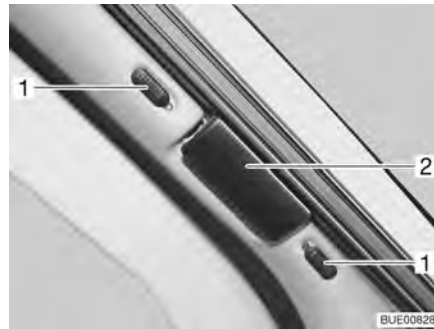
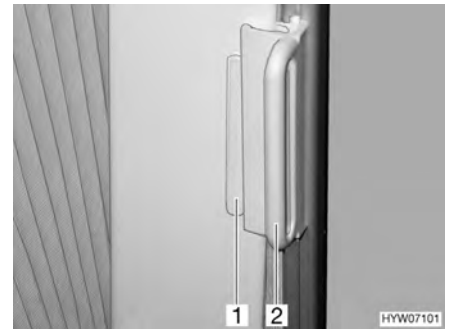

Fig. 62 Estor plegable para la luna delantera
Fig. 63 Estores plegables para la ventana del conductor y del acompañante
- En el estor plegable para la luna delantera, empujar los botones de bloqueo (Fig. 62,1) hacia arriba o hacia abajo. Cuando se vea el punto rojo, estará abierto el bloqueo.
- Coger los estores plegables por el tirador (Fig. 62,2 y Fig. 63,2) y cerrarlos cuidadosamente hasta que el cierre magnético lo mantenga en esta posición.
- En los estores plegables para la ventana del conductor y la ventana del acompañante, empujar el tirador (Fig. 63,2) sobre la pieza sobrepuesta (Fig. 63,1). El estor plegable queda asegurado.